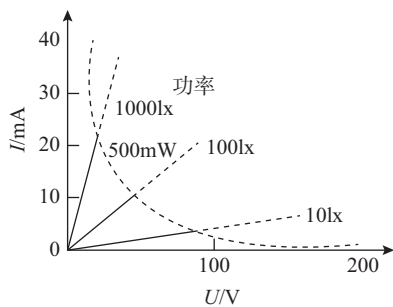

图 1-13 硫化镉光敏电阻的伏安特性曲线
(2) 硫化镉光敏电阻的伏安特性曲线。在一定照度下,流过光敏电阻的电流与光敏电阻两端电压的关系称为光敏电阻的伏安特性。图 1-13 为硫化镉光敏电阻的伏安特性曲线,当光照强度恒定时,光敏电阻在一定的电压范围内,伏安特性曲线为直线。